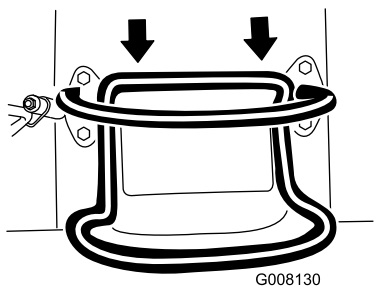

Figure 7
- Pour vous déplacer en marche arrière, tirez la commande de déplacement en arrière (Figure 7). **Regardez derrière vous lorsque vous faites marche arrière et gardez toujours les mains sur la barre de référence.**